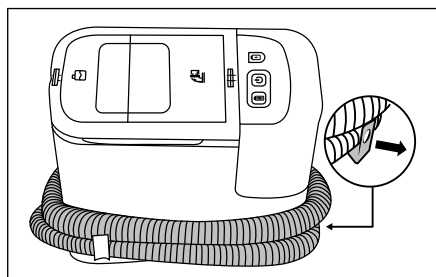

Fig. 4
- ◆ Estrarre il reggitubo **15** dall'apparecchio. Avvolgere il flessibile di spruzzo/aspirazione **19** intorno all'apparecchio utilizzando i reggitubo **15**/**16** (vedere fig. 4).